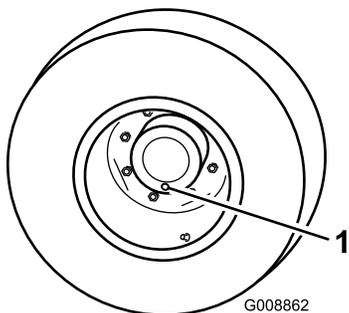

Рисунок 62
1. Поставив машину на ровную поверхность, расположите колесо так, чтобы одна контрольная пробка находилась в самом нижнем положении (6 часов) (Рисунок 62).